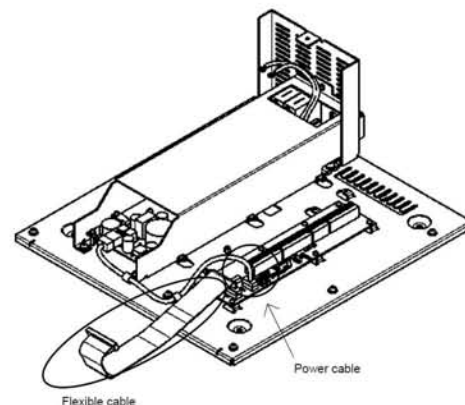

図3 [Fig.3]
- 1) フレキシブルケーブルをコネクタ(J2)から外します。次に、電源ケーブル(J1)をコネクタから外します。(図3)
Remove the flexible flat cable from the connector (J2), and then remove the power cable from the connector (J1). [Fig.3]
- 2) ターミナルユニットを固定している8本のビスを緩め、ターミナルユニットを取り外します。(図3)
Loosen the screws (eight places) fixing the Terminal unit, and then remove the Terminal unit. [Fig.3]